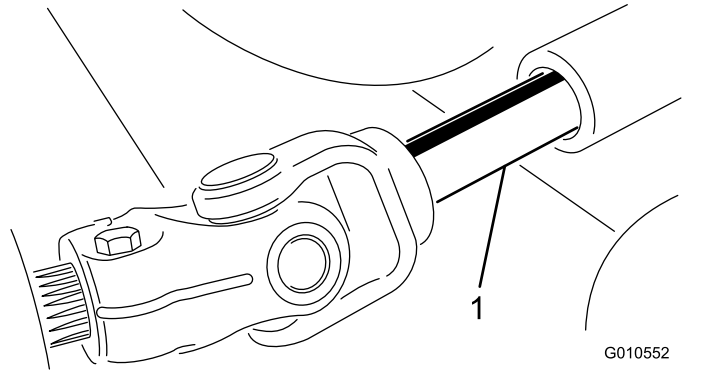

Bild 20
4. Rollen Sie die Schneideinheit von der Zugmaschine weg, trennen Sie die Außen- und Innengewindeteile der Zapfwelle (**Bild 20**).